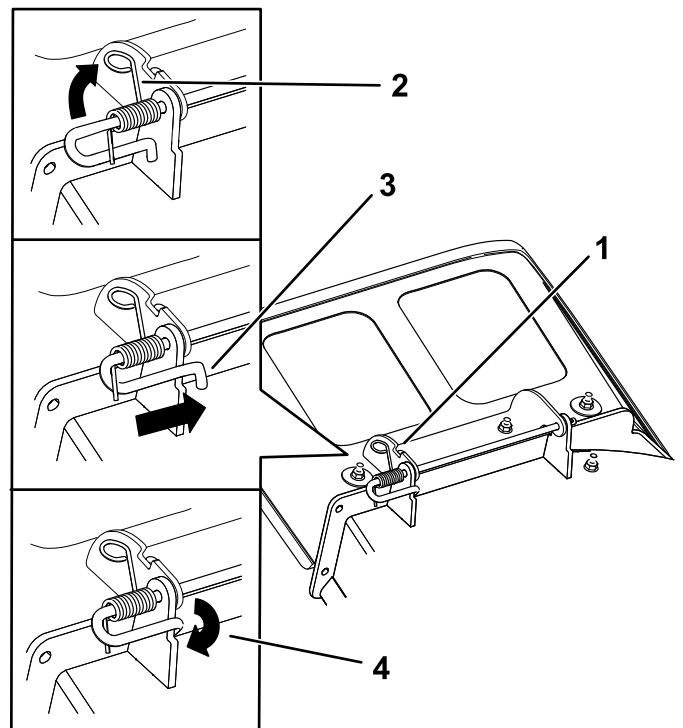

Bild 78
- Positionieren Sie das neue Auswurfablenkblech mit den Halterungsenden zwischen den geschweißten Halterungen am Mähwerk, wie in Bild 78 abgebildet.
- Positionieren Sie die Feder so auf die Stange, wie in Bild 78 dargestellt, dass das kürzere Federende unter der Stange vor der Biegung verläuft und über der Stange ist, wenn sie von der Biegung zurückkommt.
- Heben Sie das Schleifenende der Feder an und setzen es in die Kerbe an der Ablenkblechhalterung (Bild 78).
- Befestigen Sie die Stange und Feder, indem Sie diese so drehen, dass das kurze Ende der Stange hinter der vordere Halterung liegt, die an das Mähwerk geschweißt ist (Bild 78).